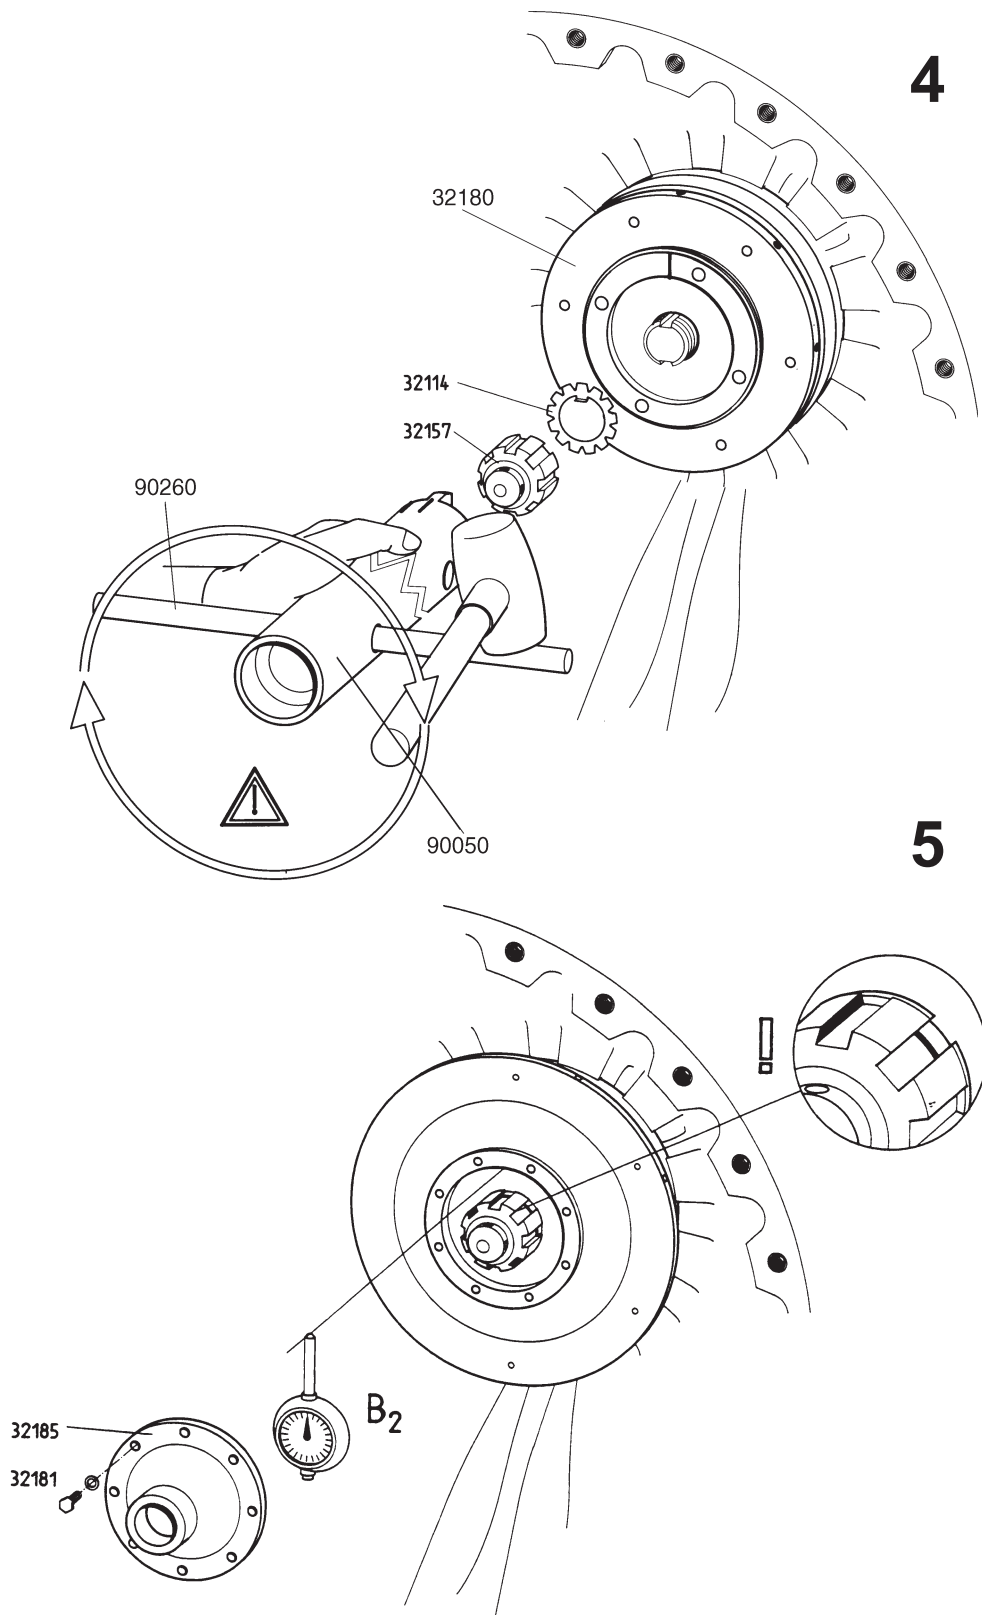

Fig. 5-10
- Carefully fit the socket screws (76021) with the locking washers resp. locking edge washers (76022) to the bearing (32100) and tighten them (see fig. 5-10/2).
- Fit the oil slinger (32180) and the locking plate (32114) with the cap nut (32157). Make sure that the retainer of the locking plate points towards the bearing space cover (s. fig. 5-10/3).
- Steckschlüssel (90050) aufstecken und in der radialen Verlängerung der "0-Marke" (rechte) am Schmierrad (32180) eine Markierung anbringen (s. Fig. 5-10/4).
- Die Hutmutter (32157) durch Schlagen mit dem Hammer auf den Drehstift (90260) festziehen, bis die zweite Markierung auf dem Steckschlüssel (90050) mit der Markierung am Schmierrad (32180) übereinstimmt. Dabei den Steckschlüssel (90050) von Hand stützen (s. Fig. 5-10/4).